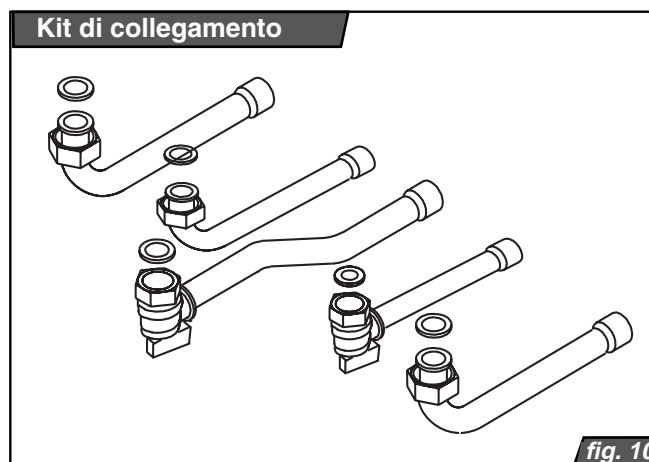

fig. 10
8. Set di collegamento 24BXVI17, (vedere fig.10)